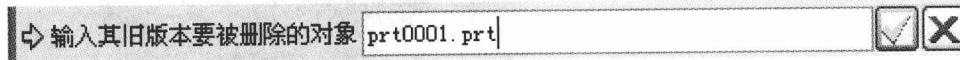

图 1-9 输入旧版本要被删除的对象
(3) 备份 将对象备份到指定目录。执行“文件”→“备份”命令，可以在指定目录下以同名的方式保存文件。
(4) 拭除文件 拭除文件是指将文件从内存中清除，而磁盘上的文件仍然保留。拭除文件分两种情况：一是从进程内存中拭除当前活动窗口中的对象，其菜单命令为“文件”→“拭除”→“当前”；二是从进程内存中清除所有不在窗口中的对象。其菜单命令为“文件”→“拭除”→“不显示”。
(5) 删除文件 删除文件和拭除文件是有区别的，删除文件是指将相应文件从磁盘中永久地删除。当执行“文件”→“删除”→“旧版本”命令时，出现如图 1-9 所示的提示信息，输入对象名称，单击（接受）按钮，则可删除该文件的所有旧版本。